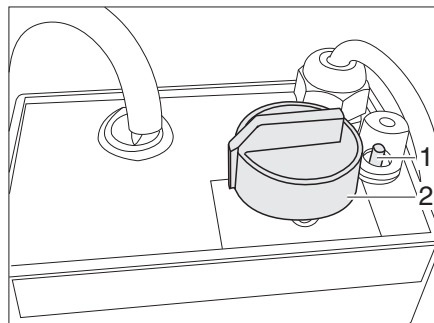

Fig. 334 Régulateur du chauffage électrique du plancher/du lit
- Tourner le bouton tournant (Fig. 334,2) sur le niveau de chauffage souhaité.
- Tourner le bouton tournant (Fig. 334,2) sur « 0 ».
Quand le régulateur est surchargé, la protection contre les surcharges se déclenche. La tige (Fig. 334,1) ressort.
- Enfoncer la tige (Fig. 334,1) de la protection contre les surcharges une fois le régulateur refroidi.